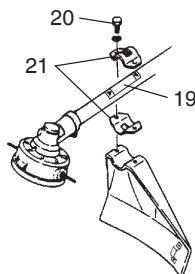

Fig. 8
Alignez sur l'emplacement désigné par l'étiquette indiquant la position de la protection (19), fixez solidement la protection de l'outil de coupe sur le tube de transmission au moyen de la vis (20) et du crochet de garde (21). (Fig. 8)